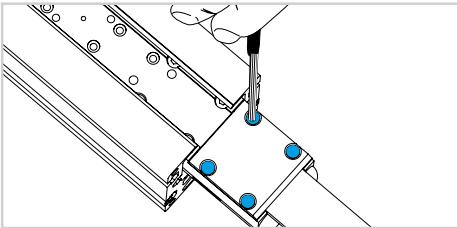

图 13
- 13) 将内侧滑架移动到型材末端，卸下传动带紧固螺丝，然后卸下传动带（图 13）。
- 16) 将内侧滑架移动到型材末端，卸下传动带紧固螺丝（图 13）。